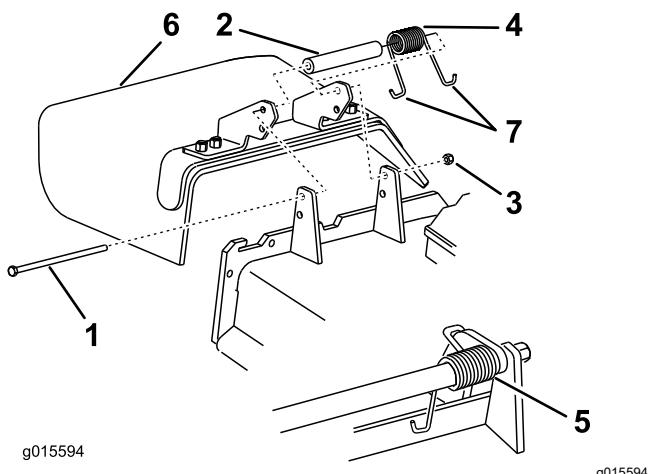

Figura 133
1. Retire a porca de bloqueio, o parafuso, a mola e o espaçador que fixam o defletor aos apoios de articulação (Figura 133).
2. Se o defletor de relva estiver danificado ou gasto, retire-o (Figura 133).
Nota: Certifique-se de que está montada uma extremidade em gancho J por trás da extremidade da plataforma antes de colocar o parafuso como se mostra na Figura 133.
6. Coloque uma extremidade em gancho J da mola em torno do defletor de relva (Figura 133).